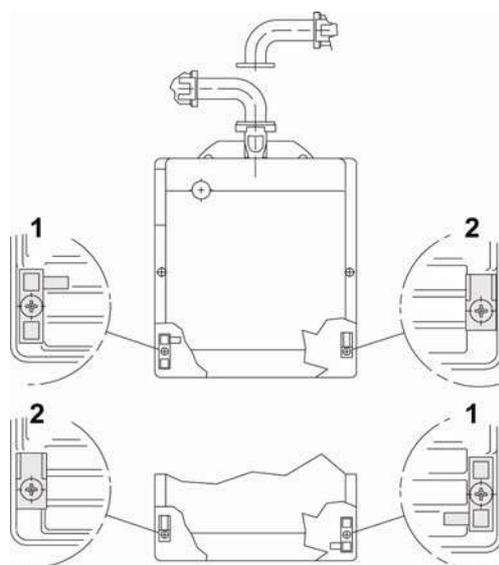

Рис. 11
На обеих сторонах корпуса горелки предусмотрены гнезда для кабеля питания и управления. В зависимости от того, с какой стороны подводится кабель, ориентируются крепежная планка (1) и запорная накладка (2). рис.11.